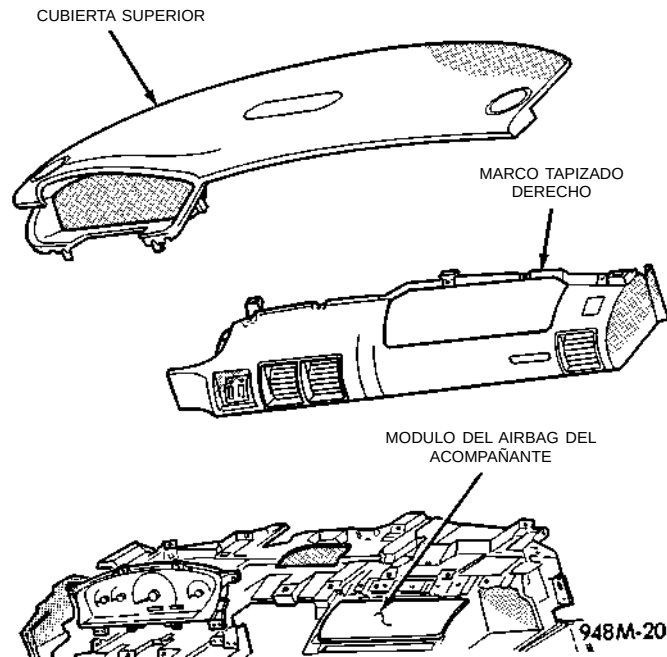
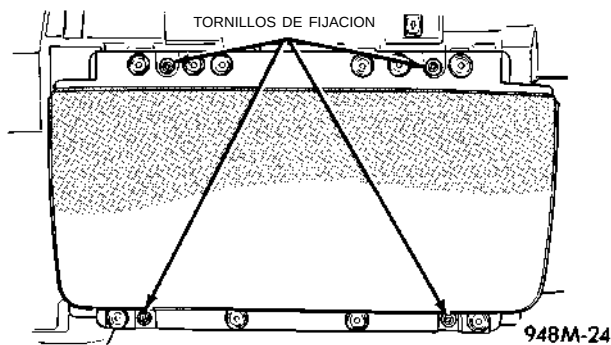
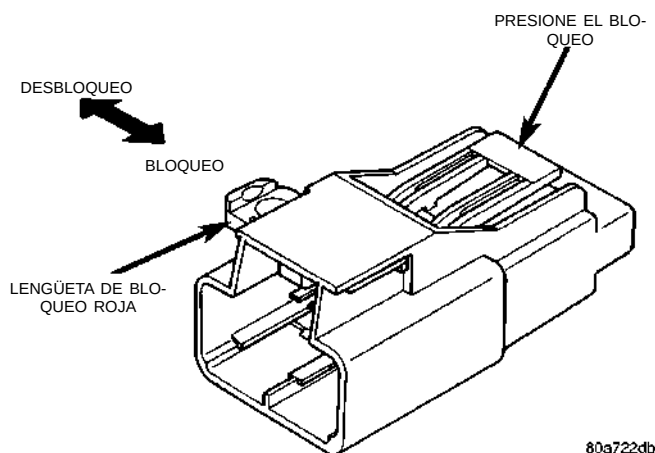

Fig. 23 Tablero de instrumentos
Fig. 24 Módulo del Airbag del acompañante
Fig. 25 Conector del módulo del airbag
(1) Desconecte y aisle el cable negativo de la batería.
(2) Retire la cubierta superior del tablero de instrumentos (Fig. 23).
(3) Retire el marco tapizado derecho del tablero de instrumento.
(4) Abra la guantera y empuje los laterales hacia adentro para pasar más allá del tope de la puerta y abrir la caja.
(5) Retire los cuatro tornillos del tapizado que fijan el módulo del airbag del acompañante a la parte superior del tablero de instrumentos (Fig. 24).
(6) Retire la dos tuercas de fijación del módulo de la estructura de sostén.
(7) Levante el módulo hasta que aparezca el conector del cable y desconecte del módulo el conector de 4 vías. Destrabe la lengüeta roja de fijación y presione el cerrojo para liberar el conector (Fig. 25).
(2) Enrolle/pliegue el airbag hacia el tablero de instrumentos.
(3) Cierre la cubierta sobre el módulo del airbag plegado y aplique cinta adhesiva en la cubierta cerrada.
(4) Retire la cubierta superior del tablero de instrumentos (Fig. 23).
(5) Retire el tapizado del lado derecho del tablero de instrumentos.
(6) Abra la puerta de la guantera y empuje los laterales hacia adentro para pasar más allá del tope de la puerta y abrir la caja.
(7) Retire los cuatro tornillos del tapizado que fijan el módulo a la parte superior del tablero de instrumentos (Fig. 24).
(8) Retire la dos tuercas de fijación del módulo de la estructura de sostén.
(9) Levante el módulo hasta que aparezca el conector del cable y desconecte del módulo el conector de 4 vías. Destrabe la lengüeta roja de fijación y presione el cerrojo para liberar el conector.